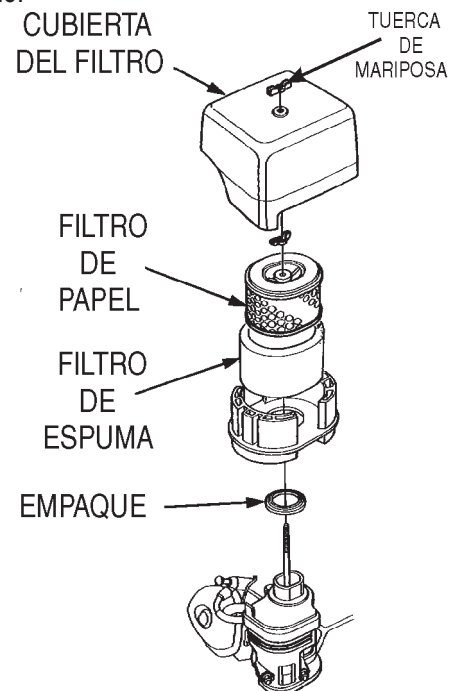

Figura 26. Filtro de aire del motor
1. Retire la cubierta del filtro de aire y el filtro de espuma como se muestra en la Figura 26.